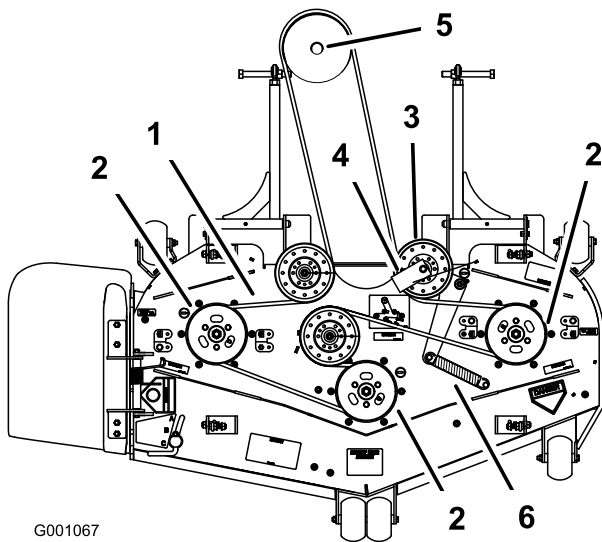

Bild 68
6. Verlegen Sie den neuen Riemen um die Mähwerk- und Getriebespannscheiben unter dem Motor (Bild 68).
7. Setzen Sie die Riemenführung mit einem Winkel von 45 Grad auf dem gefederten Spannarm ein, siehe Bild 68. Ziehen Sie die Schraube mit 37 bis 45 Nm an.
8. Haken Sie die Spannscheibenfeder in die zwei Pfosten ein (Bild 68).